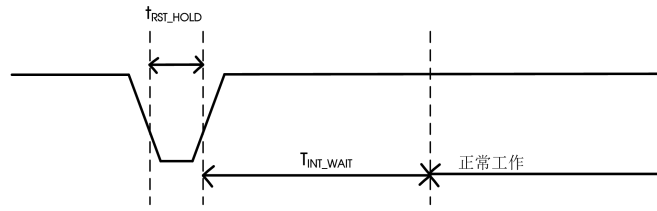

图 1 复位时序图
注：(1) 时序图参考图 1~图 5
(2) n 为用户实际配置的 UART 帧间隔字符数